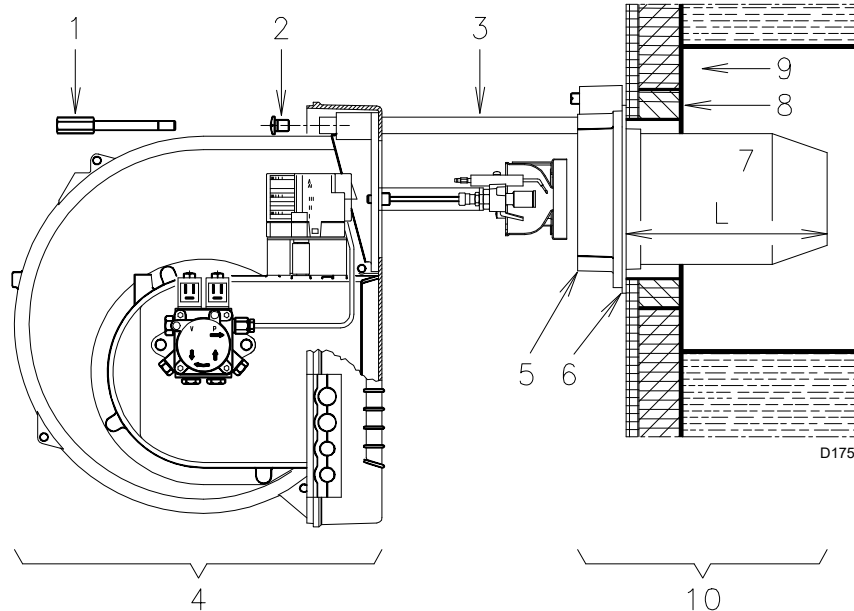

Fig. 11
- Ak by sa vyžadovala výmena dýzy s horákom už aplikovaným na kotol, otvorte horák na vedeniach v súlade s Fig. 11, pag. 13, po namontovaní nástavcov 16)(Fig. 6, pag. 10), a pokračujte v súlade s vyššie uvedeným opisom.